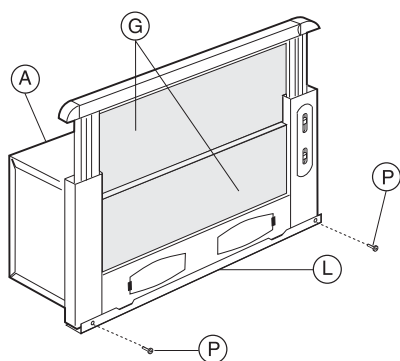

Fig. 2
- De afstandstrip L monteren en uitlijnen, daarna vastzetten met schroeven P (fig. 2).